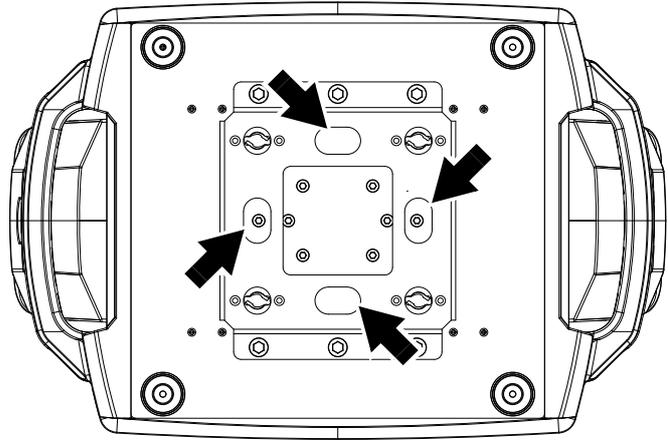

Figure 6 : Fixations de l'élingue de sécurité
5. Voir Figure 6. Installez une élingue homologuée comme accroche de sécurité pour le poids de l'appareil en la faisant passer par l'un des quatre points d'ancrage (voir ci-dessous) sous la base et autour d'un point d'ancrage sécurisé afin que l'élingue retienne l'appareil si une fixation principale cède. Tendez l'élingue autant que possible (en l'enroulant plusieurs fois autour du tube du pont, par exemple).